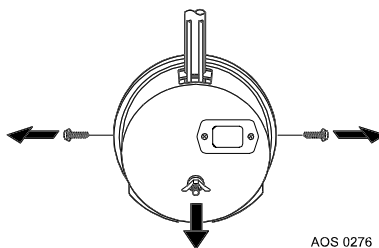
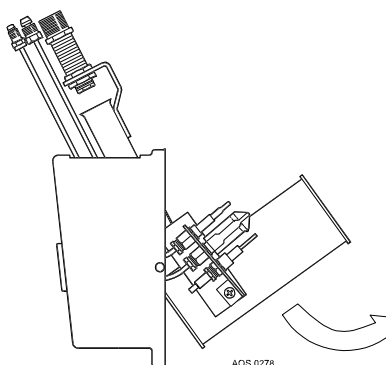

Figure 10- D  montage du portillon protecteur de la chambre de combustion
Figure 11- D  montage du br  leur
7. Le portillon de protection de la chambre de combustion peut maintenant être démonté (cf.fig.10).Enlevez toute la chambre de combustion avec le portillon de protection en même temps.8. On peut maintenant, en dévissant l'écrou au dos, basculer le brûleur pour le libérer du portillon de protection (cf.fig.11) On peut même enlever complètement le brûleur en démontant la veilleuse de son support, en cas de besoin.